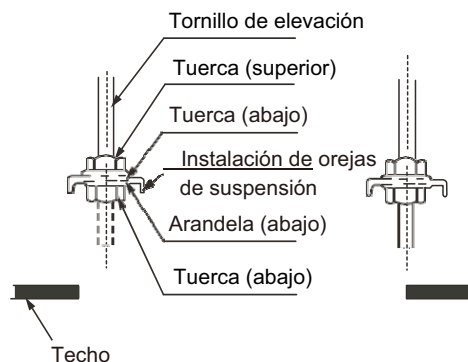
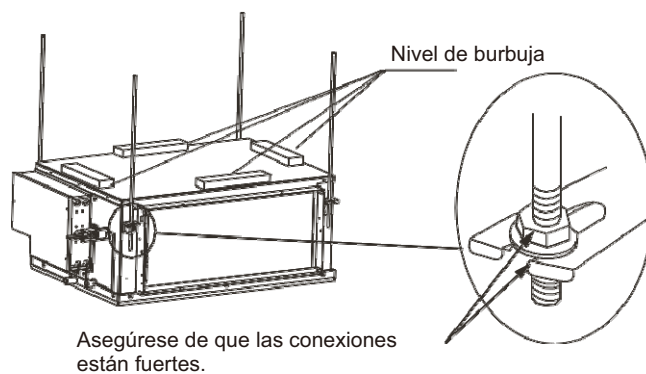

Figura 3.5
Figura 3.6
- (1) Cuando monte las orejas de suspensión de la unidad interior en los pernos de elevación, encaje las arandelas de las tuercas de los pernos de elevación en los orificios oblongos de las orejas de suspensión. Las tuercas superior e inferior y las arandelas se muestran en la Figura 3.5.
- (2) Ajuste la altura de la unidad interior.
- (3) Use un nivel de burbuja para verificar que el cuerpo de la unidad esté nivelado (haciendo que el cuerpo de la unidad se incline hacia abajo hacia el lado de drenaje), como se muestra en la Figura 3.6.